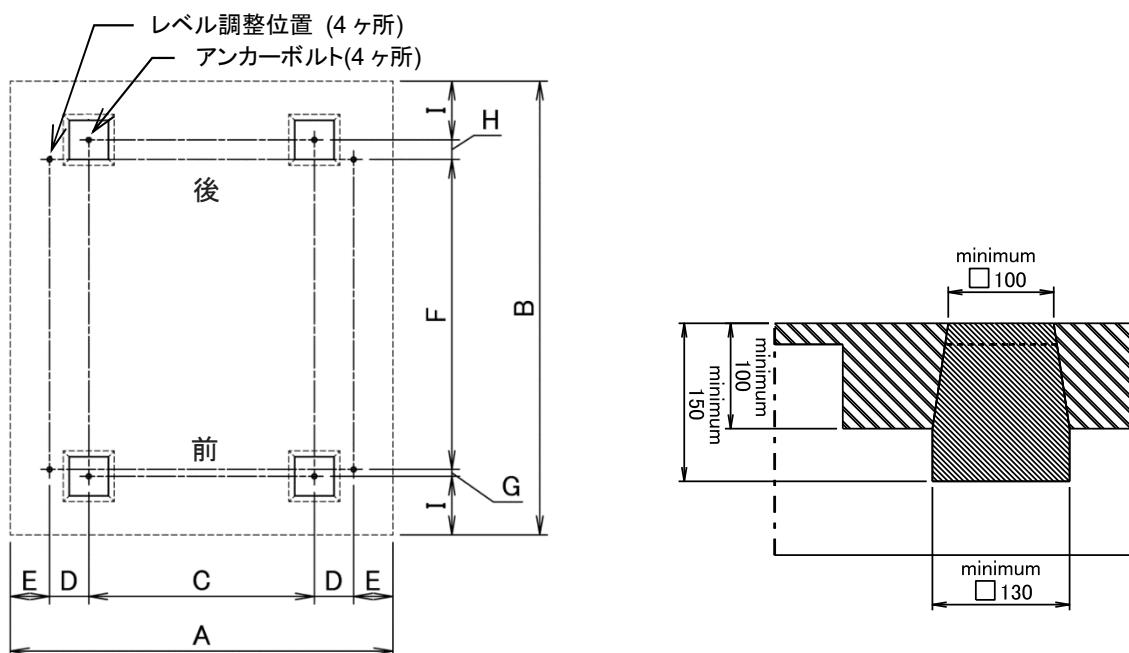

図4-2
- 機械の据付は、床荷重に耐えられるコンクリートの水平かつ凹凸の無い床に、(図4-2)の示す位置に、相対的に段差の無く、水平な4ヶ所のコンクリート基礎を施工してください。
- コンクリート床自身が十分な強度、完全に平らでかつ水平、十分な厚みがあるならば(図4-2)に示す基礎工事を省くことができます。